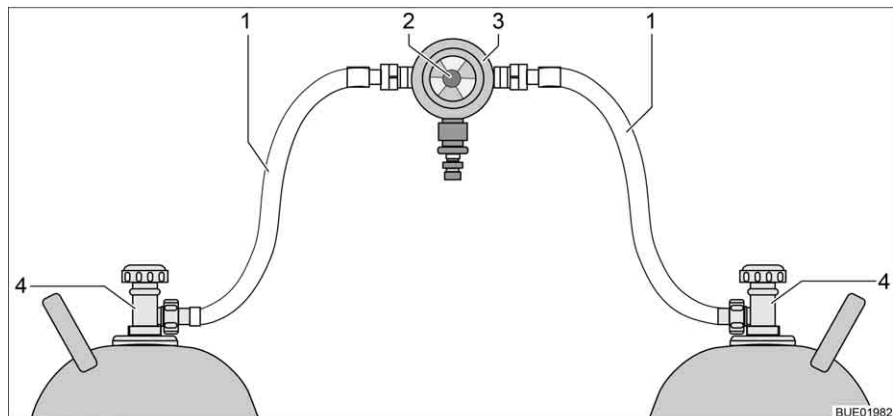
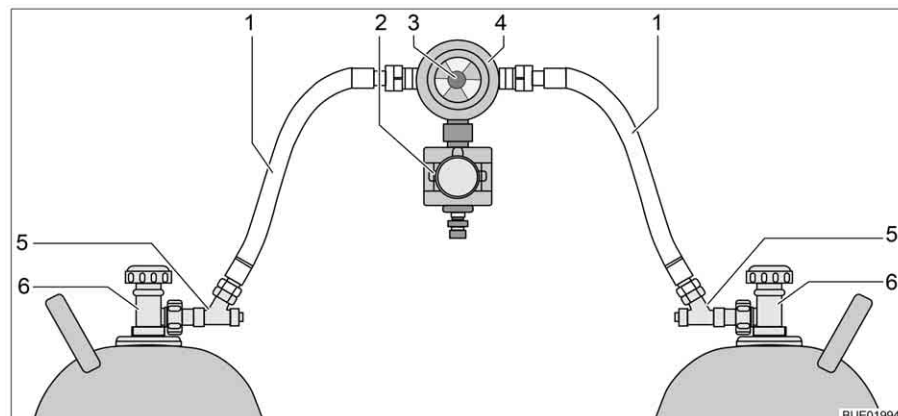

Bild 109 Omkopplingsenhet för gasflaskor
Bild 110 Omkopplingsenhet för gasflaskor med CPU
Omkopplingsenheten för gasflaskorna består av en kombinerad gastrycksregulator med omkopplingsventil och visning (Bild 109,3). Omkopplingsenheten för gasflaskor är monterad mellan de två gasslangarna (Bild 109,1).
Omkopplingsenheten för gasflaskorna består av en kombinerad gastrycksregulator med omkopplingsventil och visning (Bild 110,4) och en elektroventil (Bild 110,2). Elektroventilen spärrar vid kraftig bromsning, olycksfall eller kraftig lutning, av gastillförseln till fordonet. Omkopplingsenheten för gasflaskor är monterad mellan de två gasslangarna (Bild 110,1) med slangbrotts-säkringar (Bild 110,5).
Med vredet (Bild 109,2 resp. Bild 110,3) på omkopplingsenheten, ställer du in vilken av gasflaskorna som ska användas som driftflaska och vilken gasflaska ska användas som reservflaska.
Med kontrollenheten (Bild 111) kan endast de elektriska funktionerna styras. Gasflaskornas huvudavstängningsventiler (Bild 109,4 resp. Bild 110,6) måste öppnas eller stängas för hand.
- Öppna huvudavstängningsventilerna på gasflaskorna (Bild 109,4 resp. Bild 110,6).
- Tryck in slangbrottssäkringarna (Bild 110,5) i 10 sekunder, efter varandra.
- Välj med vredet (Bild 109,2 resp. Bild 110,3) på omkopplingsenheten, gasflaskan som ska prioriteras (driftflaska).
- Stäng huvudavstängningsventilerna på gasflaskorna (Bild 109,4 resp. Bild 110,6).